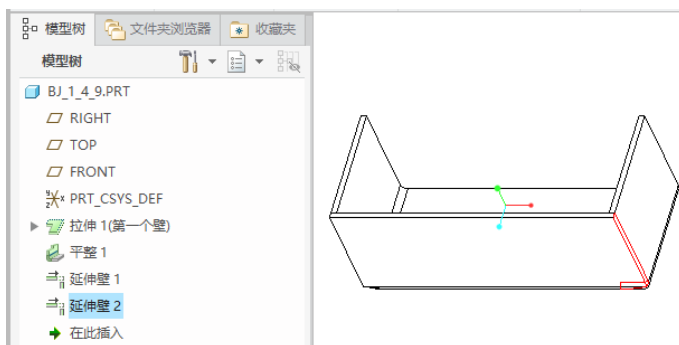

图 1-164 延伸壁的完成效果
(7) 在功能区“模型”选项卡的“编辑”组中单击 （延伸）按钮。
(8) 在“延伸”选项卡中单击 （按值延伸壁）按钮，在 （延伸距离）框中输入要延伸的距离值为“16”。
(9) 在“延伸”选项卡中单击 （完成）按钮，完成的钣金实例效果如图 1-164 所示。